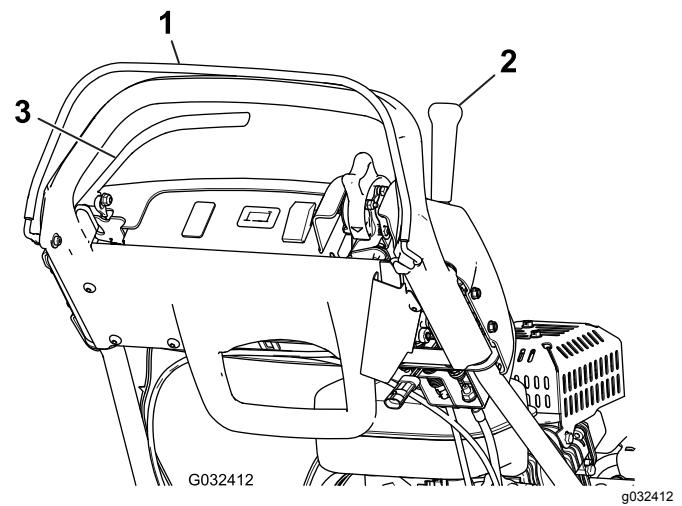

Figure 31
3. Relâchez la commande OPC et essayez d'engager le levier de commande de déplacement (Figure 31). Le levier de commande de déplacement ne doit pas s'engager. Si le levier de commande de déplacement s'engage, le système de sécurité doit être révisé. Remédiez au problème avant d'utiliser la machine ; voir Entretien du contacteur de sécurité de déplacement \(page 30\).
4. Appuyez sur la commande OPC et engagez le levier de commande de déplacement, puis relâchez la commande OPC (Figure 31). Le levier de commande de déplacement doit s'engager. Si le levier de commande de déplacement ne s'engage pas, le système de sécurité doit être révisé. Remédiez au problème avant d'utiliser la machine ; voir Entretien du contacteur de sécurité de déplacement \(page 30\).
5. Après avoir appuyé sur la commande OPC et déplacé le levier de changement vers la gauche, engagez le levier de commande de déplacement et du cylindre, puis relâchez la commande OPC (Figure 31). Le levier de commande de déplacement doit s'engager. Si le levier de commande de déplacement ne s'engage pas, le système de sécurité doit être révisé. Remédiez au problème avant d'utiliser la machine ; voir Entretien du contacteur de sécurité de déplacement \(page 30\) ou Réglage de la commande du cylindre \(page 34\).
6. Après avoir appuyé sur la commande OPC et déplacé le levier de changement vers la gauche pour engager la commande de déplacement et du cylindre, déplacez le levier de changement vers la droite pour désengager la commande du cylindre (Figure 31). La commande du cylindre doit se désengager. Si l'entraînement du cylindre ne se désengage pas, le système de sécurité doit être révisé. Remédiez au problème avant d'utiliser la machine ; voir Réglage de la commande du cylindre \(page 34\).
2. Appuyez sur la commande OPC, engagez le levier de commande de déplacement et amenez les commandes du moteur en position de démarrage (Figure 31). Essayez de mettre le moteur en marche. Le moteur ne doit pas démarrer. Si le moteur démarre, le contacteur de sécurité est défectueux. Remédiez au problème avant d'utiliser la machine. Voir Entretien du contacteur de sécurité de déplacement \(page 30\).
2. Appuyez sur le levier de commande de déplacement, serrez le frein de service et amenez les commandes du moteur en position de démarrage (Figure 31), puis essayez de démarrer le moteur. Le moteur doit démarrer. Si le moteur ne démarre pas, le contacteur de sécurité doit être révisé. Remédiez au problème avant d'utiliser la machine ; voir (page).
3. Moteur en marche, serrez le frein de service (pas le frein de stationnement), appuyez sur la commande OPC et engagez le levier de commande de déplacement (Figure 31). Le moteur doit alors peiner pour faire avancer la machine mais ne doit pas s'arrêter. Si le moteur s'arrête immédiatement, le contacteur de sécurité est défectueux. Remédiez au problème avant d'utiliser la machine ; voir (page).
4. Moteur en marche, serrez le frein de stationnement, appuyez sur la commande OPC et engagez le levier de commande de déplacement (Figure 31). Le moteur doit s'arrêter. Si le moteur ne s'arrête pas, le contacteur de sécurité est défectueux. Remédiez au problème avant d'utiliser la machine ; voir (page).